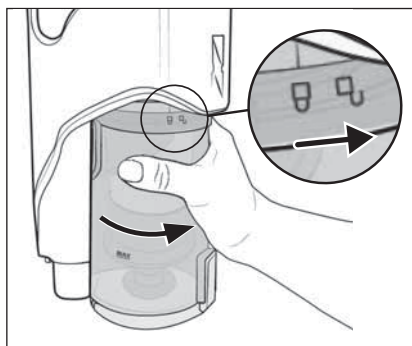

Fig. 25
- 8) Remettez le bac à poussière **7** dans l'appareil et tournez-le dans le sens du symbole  (fermer) jusqu'à ce qu'il soit bien en place dans l'appareil (voir fig. 25).